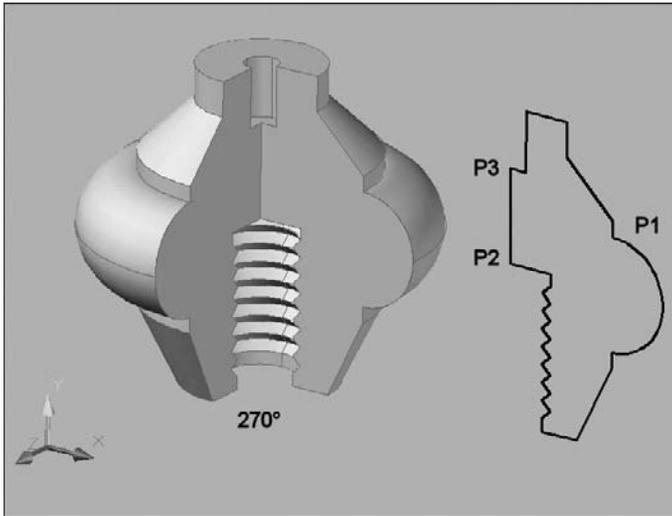

Fig.18.31
- 5 Spécifiez l'angle de révolution : 270° par exemple (fig.18.31).